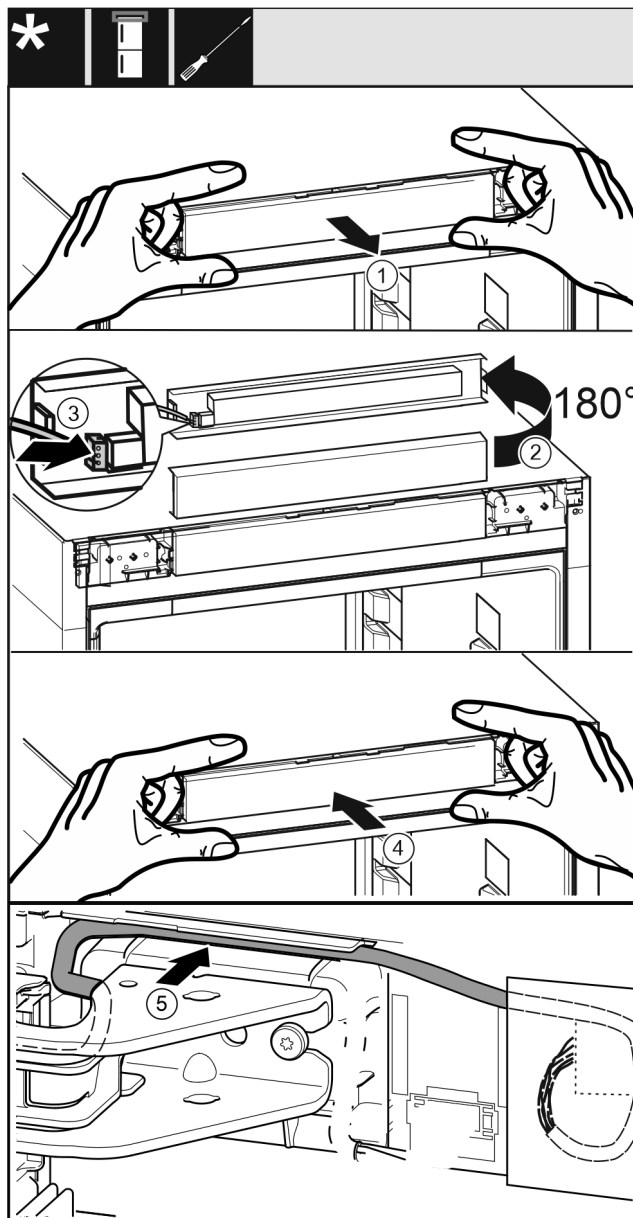

Fig. 43
- ▶ Αφαιρέστε προσεκτικά την πρόσοψη χειρισμού. Fig. 43 (1)
- ▶ Περιστρέψτε το διακοσμητικό κάλυμμα 180° προς τα επάνω. Fig. 43 (2)
- ▶ Κουμπώστε το φισ στην πρόσοψη του χειριστηρίου. Fig. 43 (3)
- ▶ Κουμπώστε ξανά την πρόσοψη χειρισμού στη συσκευή. Fig. 43 (4)
- ▶ Τοποθετήστε το γκρι καλώδιο προσεκτικά στον οδηγό πάνω από το επάνω στήριγμα. Fig. 43 (5)